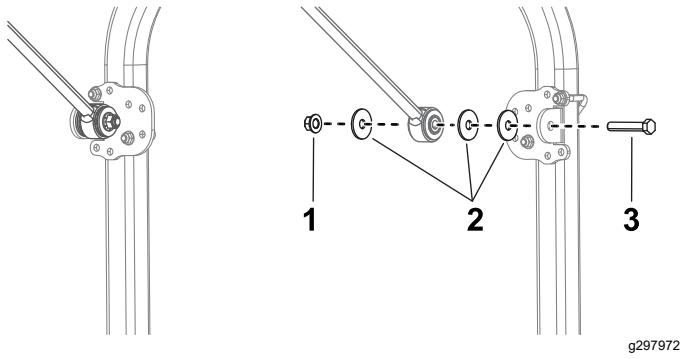

Figura 13
13. Em cada lado da máquina, instale sem apertar um suporte de tirante em cada tirante com um parafuso ($\frac{1}{2} \times 2\frac{3}{4}$ pol.), 3 anilhas grandes e porca flangeada ($\frac{1}{2}$ pol.) como se mostra na Figura 13.